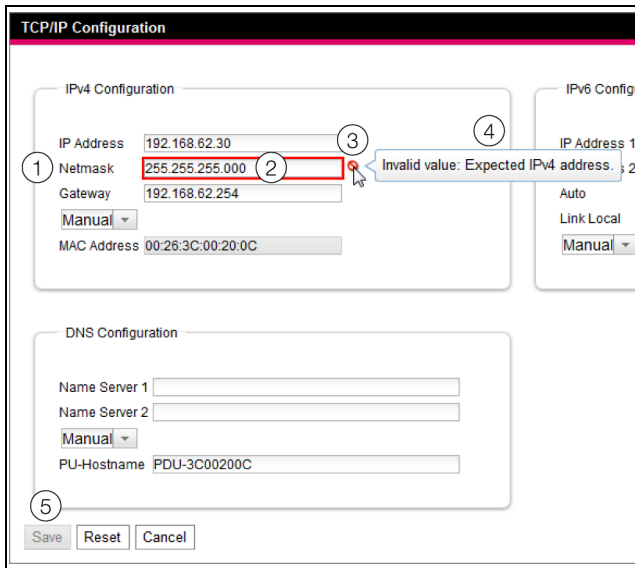

Abb. 25: Anzeige einer fehlerhaften Eingabe
- Hinter dem fehlerhaften Eintrag (Abb. 25, Pos. 2) im Feld **Netmask** (Abb. 25, Pos. 1) erscheint ein rotes „Verbotssymbol“ (Abb. 25, Pos. 3).
- Wenn Sie den Mauszeiger über das Verbotssymbol setzen, erscheint ein Hinweis mit Zusatzinformationen zum Fehler (Abb. 25, Pos. 4).
- Die Schaltfläche **Save** ist deaktiviert (Abb. 25, Pos. 5), so dass die aktuell hinterlegten Werte so nicht abgespeichert werden können.